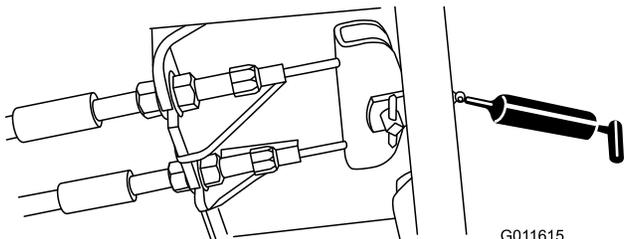

Figura 82
- Pedal do travão (1) (Figura 82)